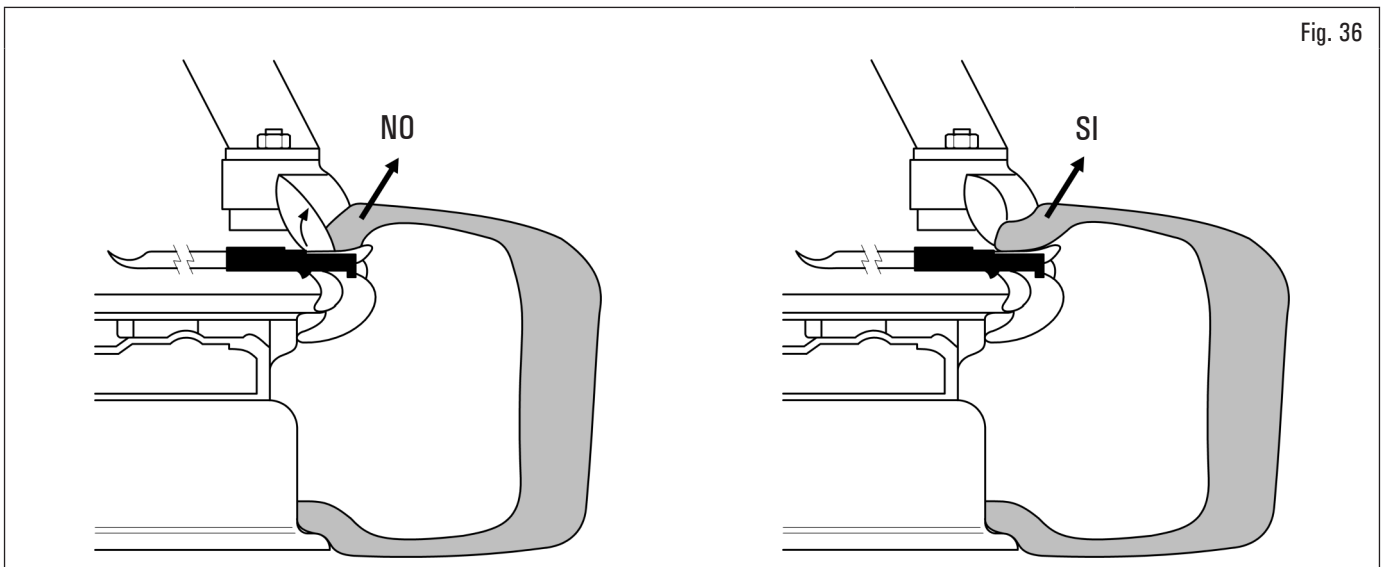

Fig. 36
9. in fase di smontaggio di pneumatici duri, può accadere che il tallone si posizioni, sulla testa utensile di montaggio, con il labbro girato. Ciò provoca lo scivolamento del tallone stesso dalla leva quando si inizia la rotazione in senso orario. Per ovviare a questo inconveniente, bisogna girare leggermente la ruota in senso antiorario fino a quando il labbro non si distende. A questo punto iniziare lo smontaggio in senso orario (Vedi Fig. 36).